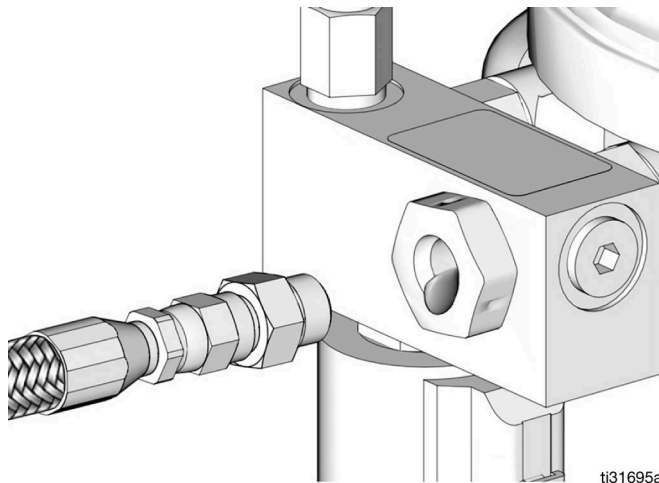

Рис. 31
2. Дайте насосу поработать, пока смазка без пузырьков воздуха не будет выходить из фитинга (Рис. 31).